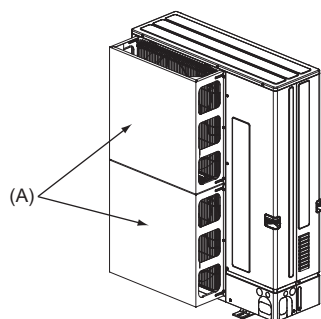

Fig. 2-5
(2) Instale uma guia de protecção de ar opcional se a unidade estiver instalada num local sujeito a fortes ventos, como no caso de tufões, etc., que possam entrar directamente na saída de ar. (Fig. 2-5)